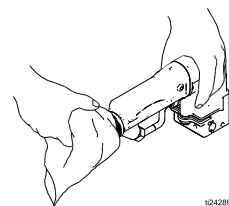

图 14. 清洗枪身
5. 用溶剂蘸湿软布，要拧出多余的溶剂。将喷枪和保护罩的外表面擦拭干净。参见图 14。